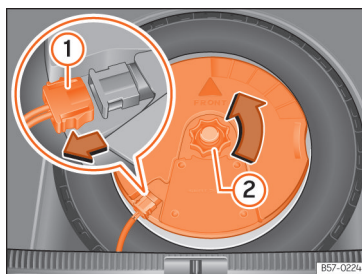

Abb. 236 Im Gepäckraum: Subwoofer ausbauen.
- Ziehen Sie das Subwoofer-Lautsprecherkabel heraus >>> (Abb. 236) ①.
- Drehen Sie das Befestigungshandrad entgegen dem Uhrzeigersinn heraus >>> (Abb. 236) ②.